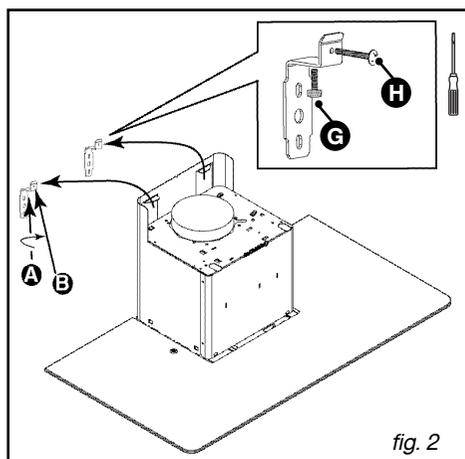

fig. 2
– Accrochez la hotte aspirante par ses découpes rectangulaires aux 2 équerres (fig. 2).